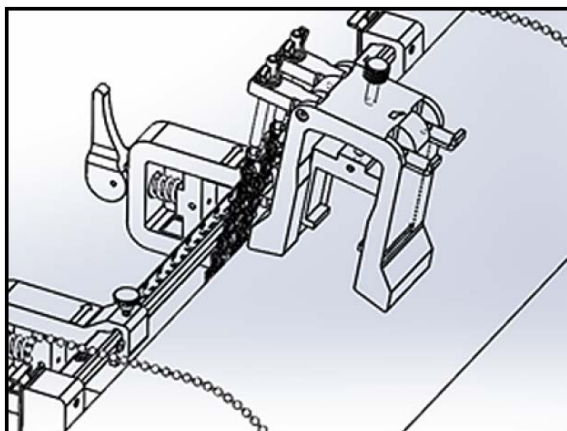

Figura 26: Colocación del yugo sobre la parte superior de la tubería
2. Coloque el yugo sobre la parte superior de la tubería (véase Figura 26 más abajo). Si el espaciado requerido del transductor es de <305 mm/12 pulg., se debe colocar la cadena del yugo dentro del accesorio de sujeción como aparece ilustrado.